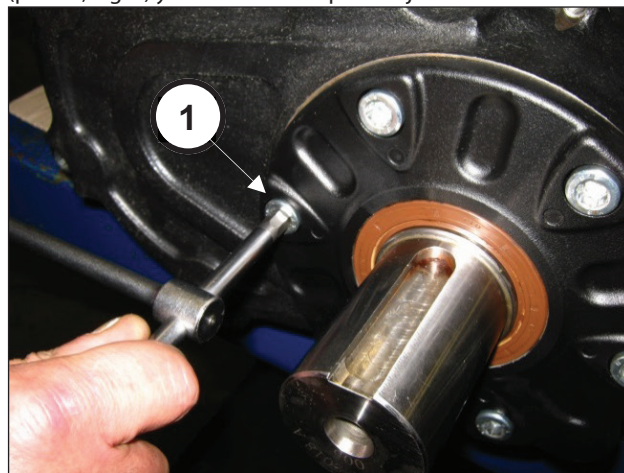

Fig. 3
Aflojar los tornillos de fijación de la tapa del piñón de la (pos. ①, Fig. 3) y desmontar la tapa del eje.